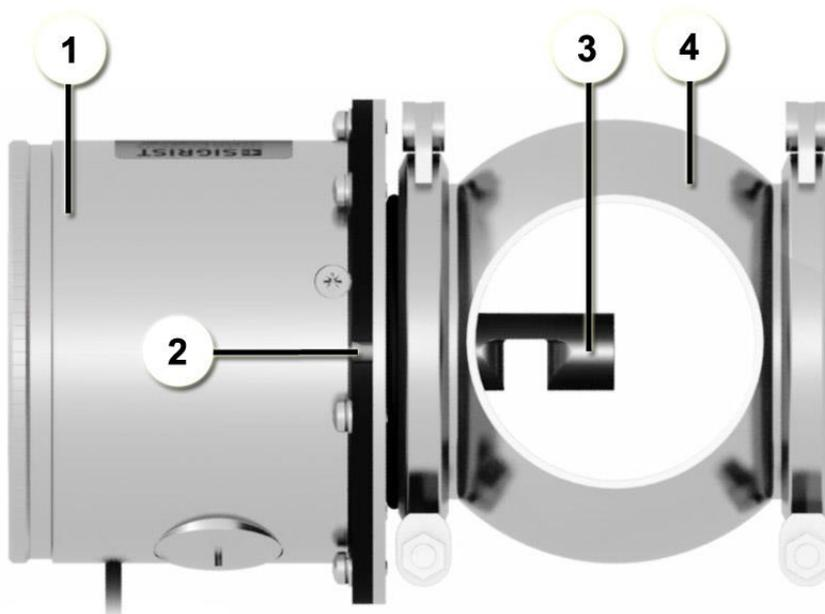

Figure 3: Position du capteur en montage horizontal
- En montage vertical, la pointe de centrage (2, Figure 3) doit être dirigée vers le haut (X, Figure 4).
- En montage horizontal, la pointe de centrage (2, Figure 3) doit être dirigée vers la droite (Y, Figure 4).